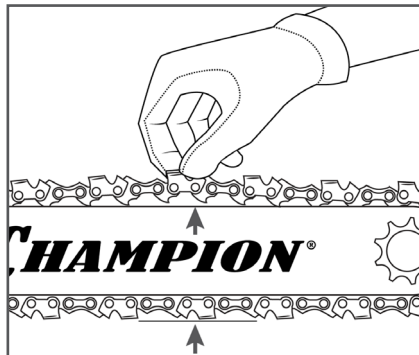

Рис. 8 Положение цепи на шине
2. Вращайте наружное колесо по часовой стрелке до тех пор, пока цепь не будет плотно прилегать к нижней части шины без провисания, на середине шины цепь должна выходить из направляющего паза примерно на высоту звена (Рис. 8).